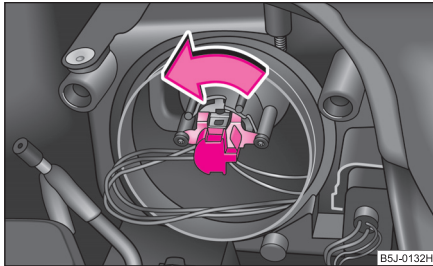

Abb. 200 Ausbau der Glühlampe für Abblend- und Fernlicht
- Beim Scheinwerfer mit Modul (Halogenglühlampe H7) ⇒ Abb. 200 den Stecker mit der Halogenglühlampe bis zum Anschlag nach links drehen und herausnehmen.